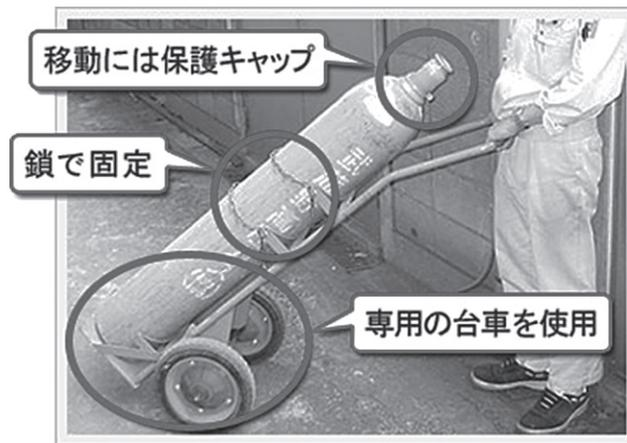

図3-4-6. 高圧ガス容器の運搬方法
(2) 運搬上の注意
- ①必ず保護用キャップをつけ、容器専用台車を使用する。（図3-4-6）
- ②台車を使用できないところでは、容器をわずかに傾け、底のふちで転がす。